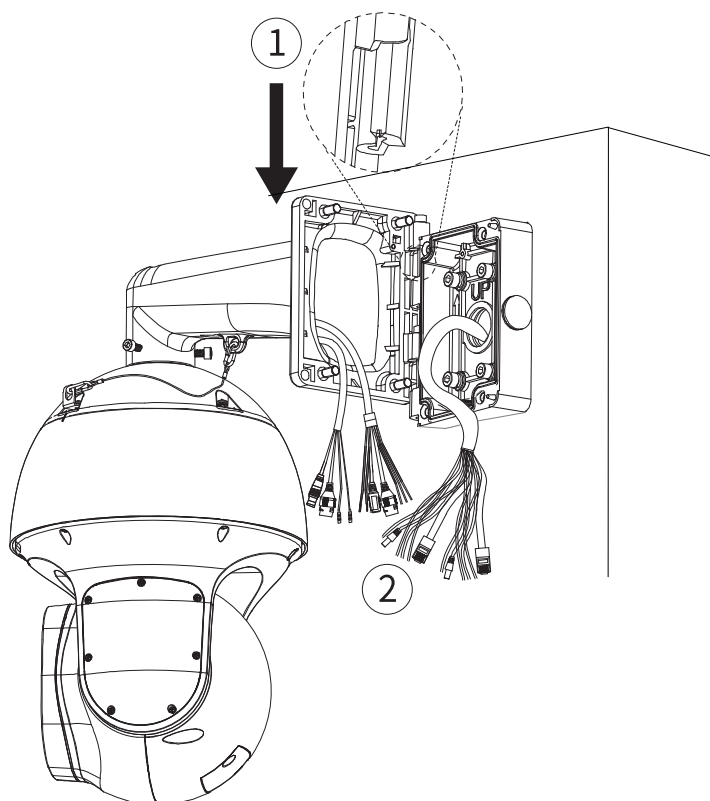

Рисунок 4.7 – Монтаж
10. Выполните подключение кабелей (Рисунок 4.7).